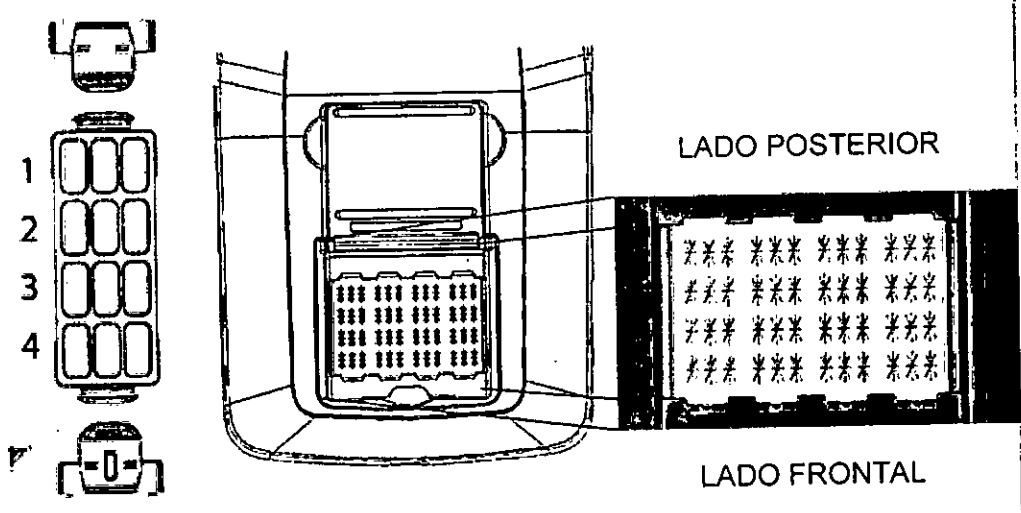

Figura 3. Orientación del casete de VPH en la cámara térmica
5. Cada reacción en los casetes debe etiquetarse con una muestra individual correspondiente. Coloque los casetes etiquetados en la cámara térmica. Asegúrese de que todos los casetes están correctamente orientados (tal como se muestra en la Figura 3). Cuando el casete esté bien encajado se oirá un "clic".